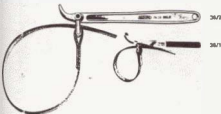

Bild 96
- Zum Abnehmen des Magnetaufers braucht man einen Spezialabzieher, der in Bild 56.3 gezeichnet und als Foto in Bild 96 gezeigt ist. Er trägt auf der Abzieh- oder ein Linksgewinde M27x1. Die konische Nabe des Magnetaufers sitzt sehr fest auf dem konischen Zapfen der Kurbelwelle. Der Keil und die beiden zugehörigen Keilnuten dienen nicht der Übertragung von Drehkraft, sondern der Fixierung der Einbauposition. Bei der Montage beider Bauteile ist darauf zu achten,